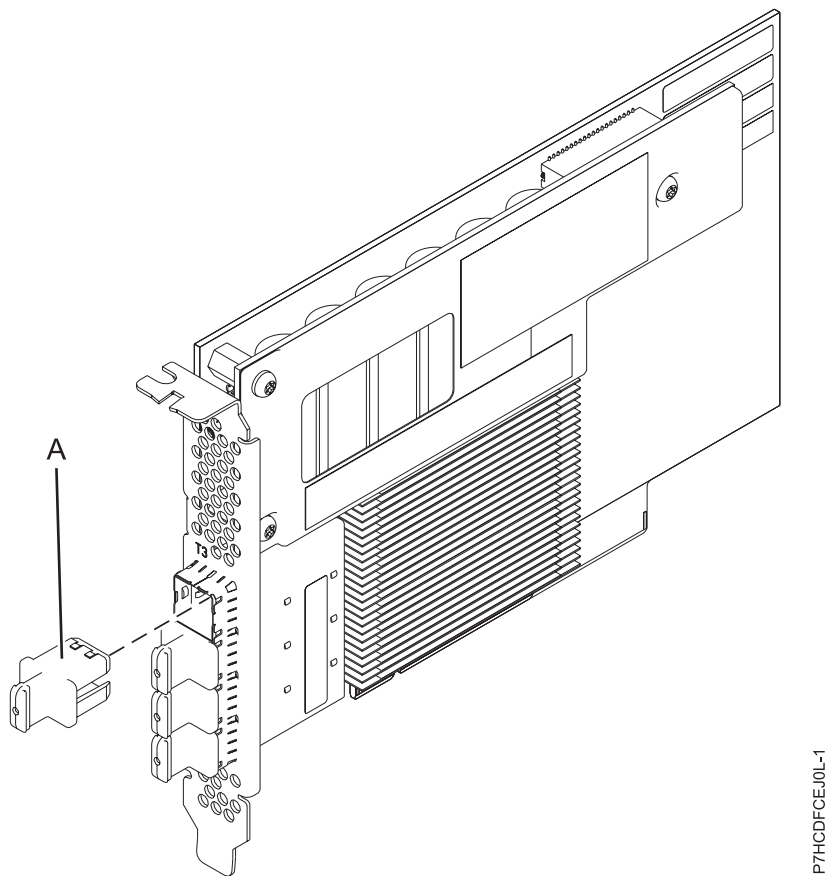

Figura 16. Adaptador PCIe3 12 GB Caché RAID SAS 6 Gb
la Figura 16 en la página 43 muestra el adaptador PCIe3 12 GB Caché RAID SAS cuatripuerto 6 Gb. El conector (A) está instalado en un puerto vacío y evita daños en dicho puerto cuando se conecta o retira un cable de los conectores de puerto adyacentes.
El FC EJ0L es un adaptador corto de altura completa y anchura simple. La Figura 16 muestra el adaptador FC EJ0L. Cada FC EJ0L necesita otro adaptador FC EJ0L situado en este servidor o en otro servidor, que se empareja con el adaptador RAID SAS y permite el funcionamiento de la memoria caché y de las otras funciones de multi-iniciador de alta disponibilidad (IOA de almacenamiento dual).